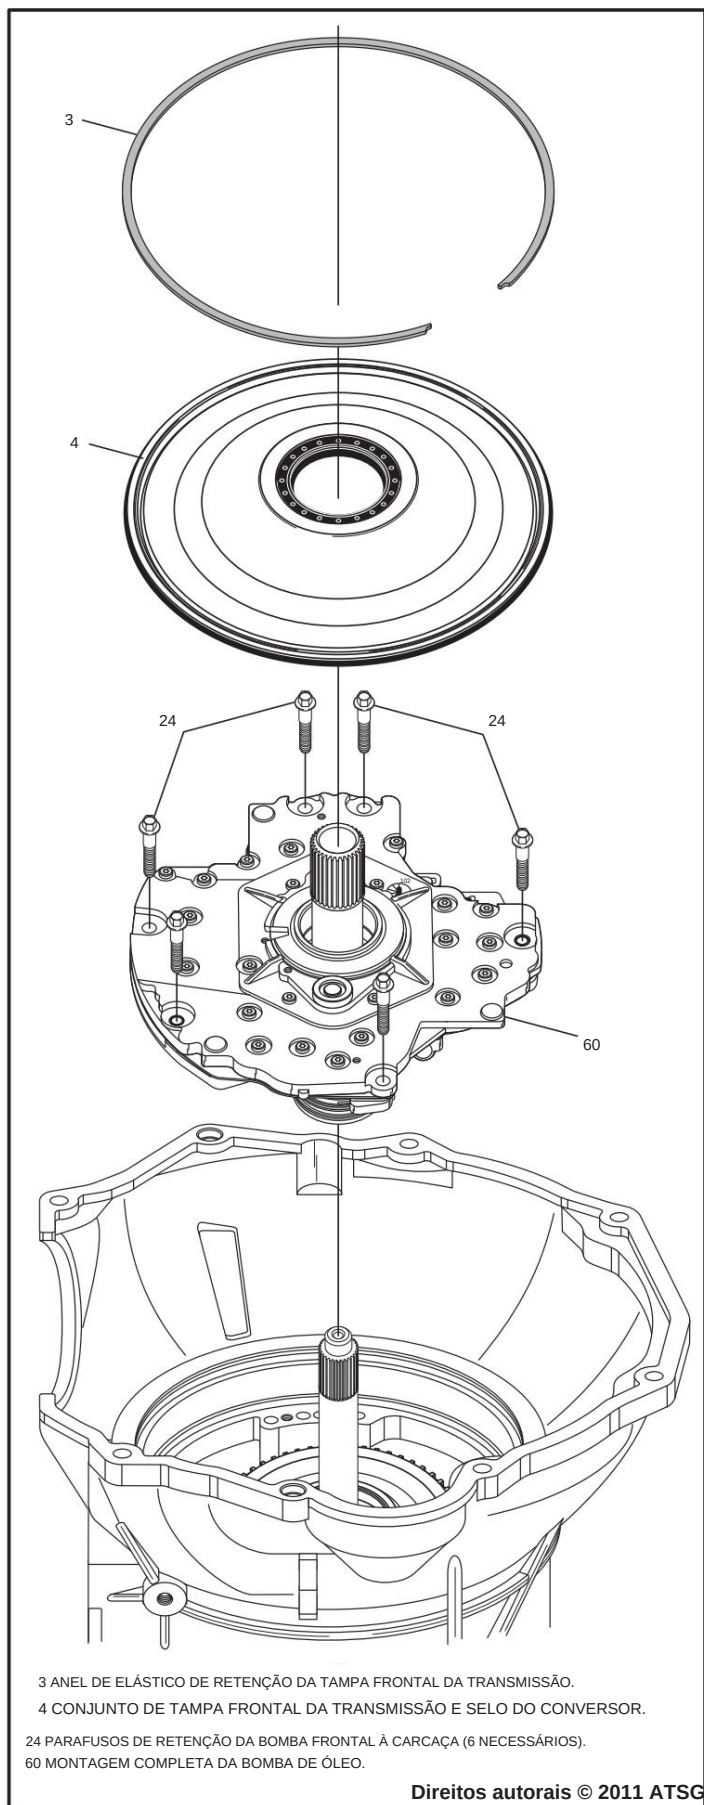

Figura 44
20. Remova o anel elástico que prende a tampa frontal da transmissão na caixa de transmissão, conforme mostrado na Figura 44.
21. Use uma ferramenta longa e sem ponta para alcançar uma das aberturas da caixa na área do corpo da válvula e bata levemente na tampa frontal da transmissão para removê-la da caixa. Consulte a Figura 44.
24. Remova os seis parafusos que prendem a bomba de óleo na caixa de transmissão (consulte a Figura 44).
25. Remova o conjunto da bomba de óleo da caixa de transmissão, conforme mostrado na Figura 44, e reserve para a seção de reconstrução do componente.